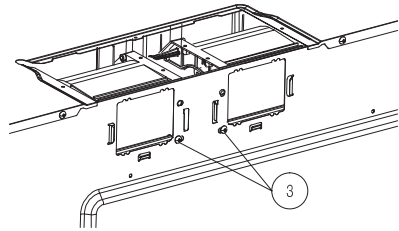

Figure 11
- Placez le ventilateur dans l'ouverture et fixez-le au four avec les vis (3) de l'étape 2. Voir la figure 11.